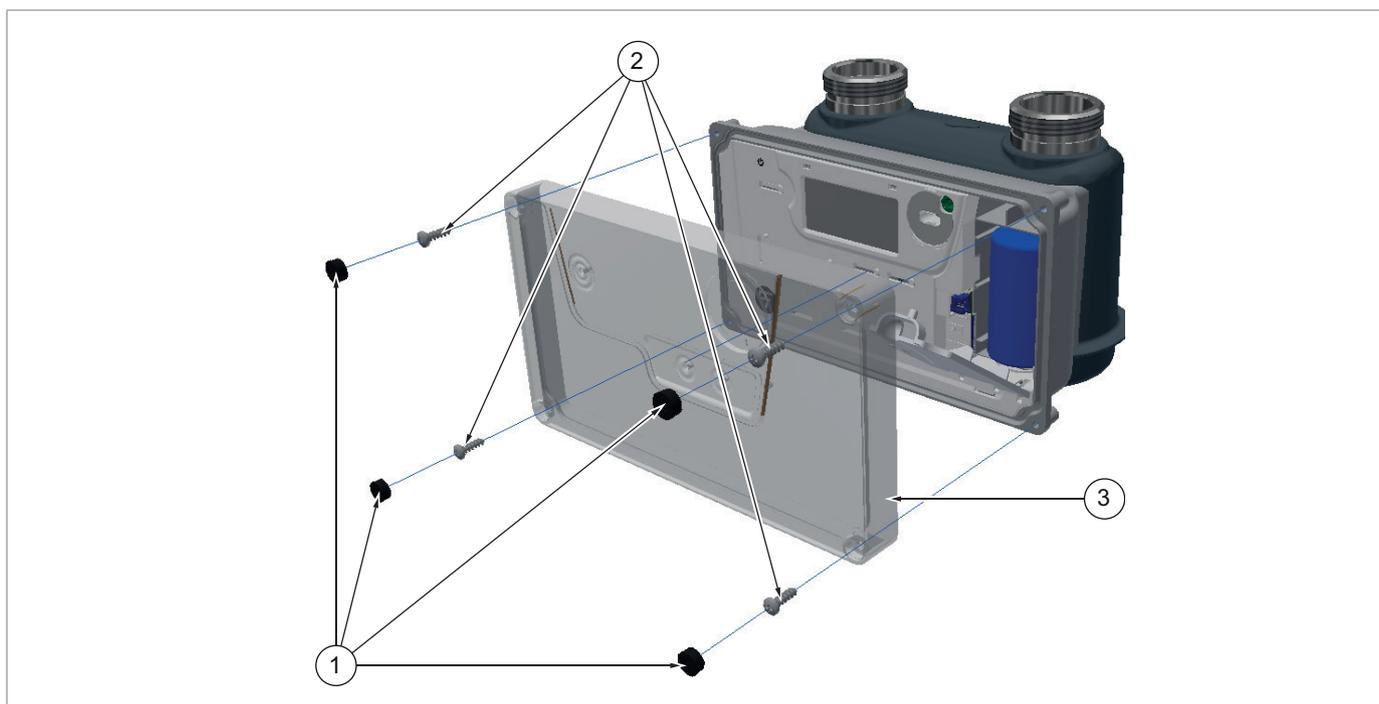

Fig. 11.10. Parti di ricambio
- una posizione riportata nel disegno d'assieme dell'apparecchiatura (Fig.11.10.);